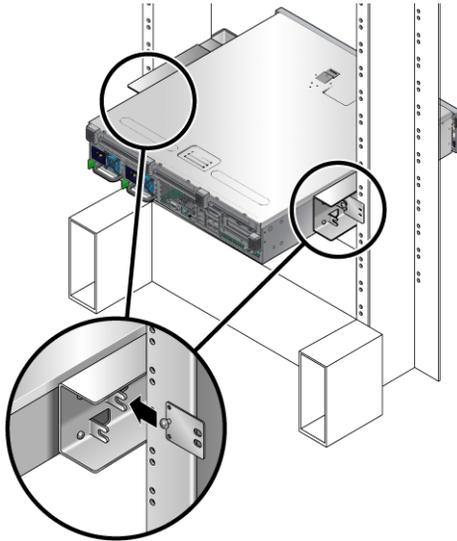

ABBILDUNG 4-6 Anbringen der Rückplatte an den Seitenhalterungen
Der Schraubenkopf muss zur Serverrückseite zeigen und die andere Seite der Rückplatte muss sich vor der Rack-Stütze befinden (ABBILDUNG 4-6).
- c. Ziehen Sie die Schraube zur Befestigung der Rückplatte am Schlitz in der Seitenhalterung fest (ABBILDUNG 4-6).